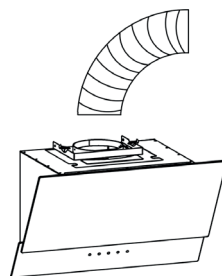

Рис. 4
3. Соедините воздуховод с адаптером вытяжки. Выведите другой конец воздуховода в вентиляционную шахту. Убедитесь в отсутствии щелей в соединениях (Рис. 4).